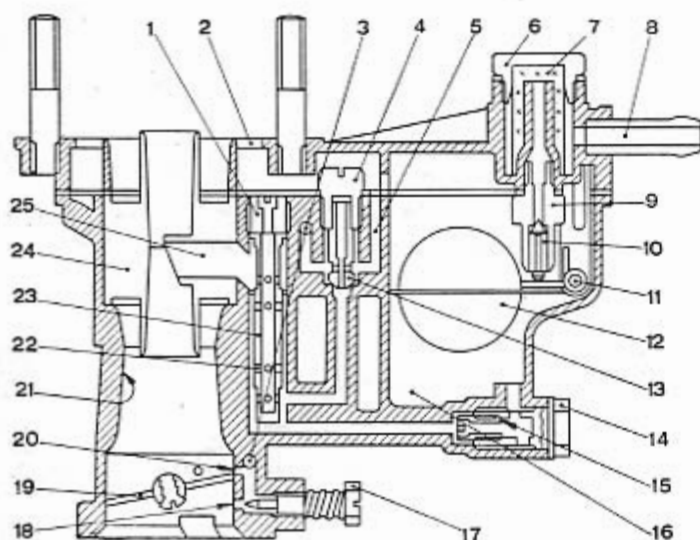

Fig. 114.
D'après le schéma de fonctionnement (fig. 114) on voit que l'air entre par le haut, traverse le centreur (24) où il se mélange au carburant sortant du tube éjecteur (25) et, ensuite, à travers l'étranglement opéré par le diffuseur (21), est convoyé aux cylindres du moteur à travers l'ouverture du papillon (19).